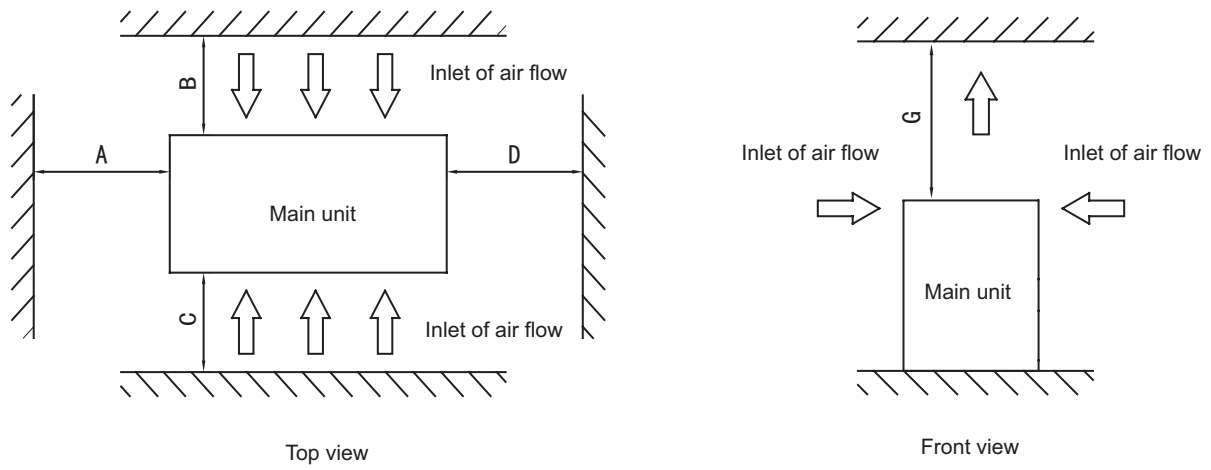
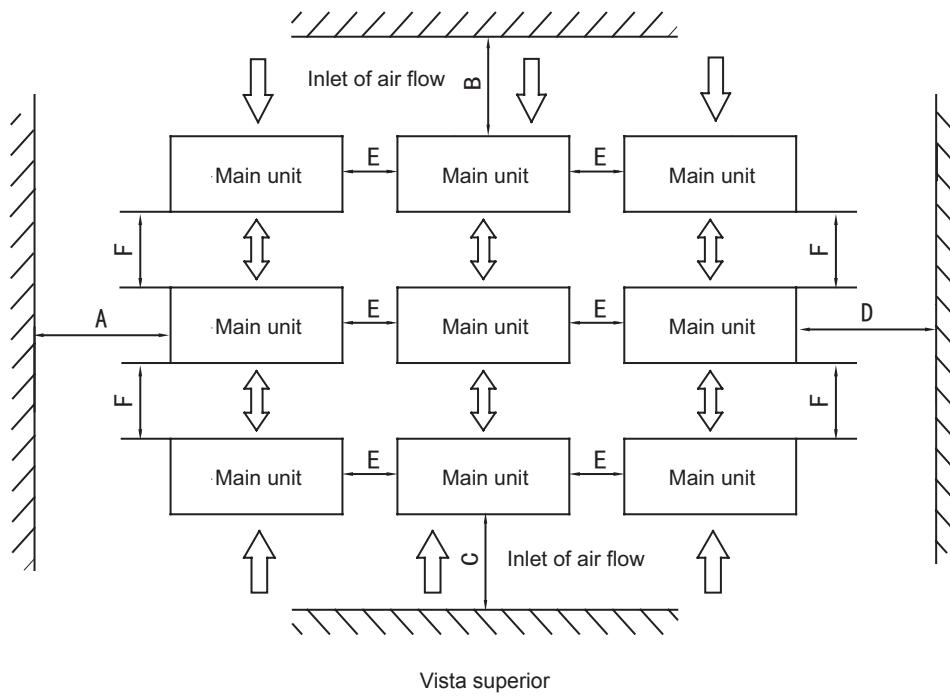

Fig. 6-4 Instalação da unidade individual
Fig. 6-5 Instalação de várias unidades
- Para evitar o refluxo de ar no condensador e falhas operacionais da unidade, a instalação paralela de várias unidades modulares pode seguir a direção e a distância apresentadas na Fig. 6-4, Fig. 6-5 e na Tabela 6-2.